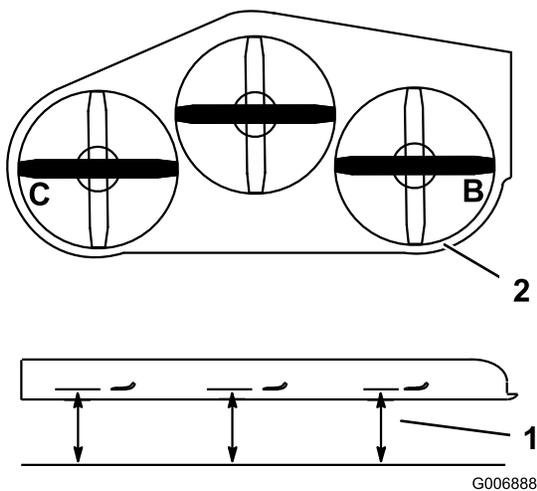

Рисунок 94
4. Измерьте высоту в точках **В** и **С** от горизонтальной поверхности до режущих кромок на концах ножей (Рисунок 94).